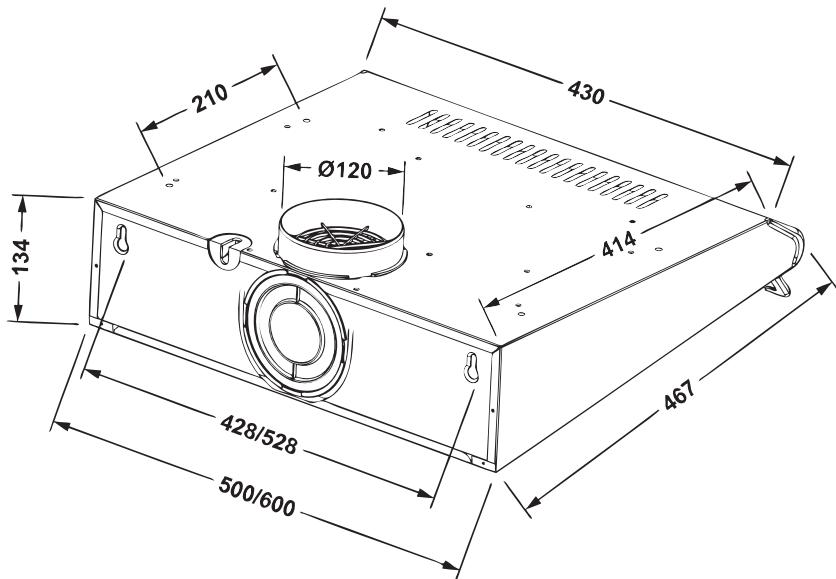

Рис. 3
«CITY» Ø 3мм. (рис.3).
- для витяжки «CITY» - 2 або 4 шурупами ПКГ 4 x 12 з шайбами 4, які вкручуються зсередини витяжки в отвори, розташовані на верхній площині корпуса (рис.3).
В режимі рециркуляції (рис.3) витяжка не підключається до вентиляційної шахти кухні та повітря проходить через встановлені у витяжці алюмінієві жирові фільтри і вугільні запаховловлюючі фільтри (які купуються окремо) і повертається назад в кухню через вентиляційні пази **C**.